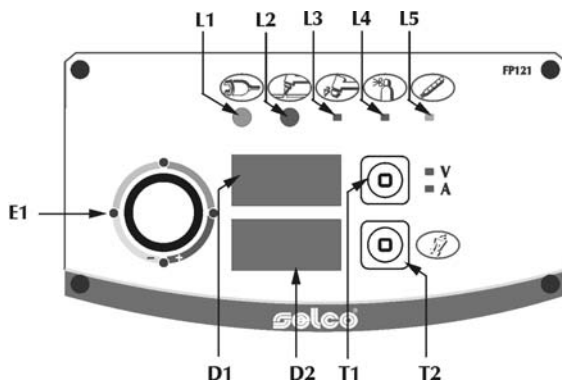
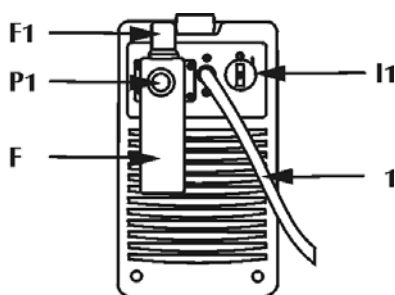
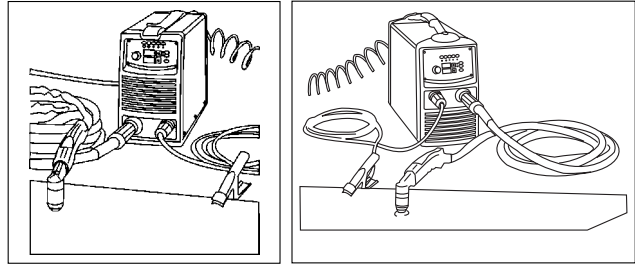

Abb.1
Abb.2
Abb. 4
4.1 Vorderes Schaltfeld (Abb. 1)
Die LED geht durch den Anlaßschalter auf dem hinteren Schaltfeld (Abb. 2) "I1" auf Position "I" an. Die Anlage ist somit eingeschaltet und steht unter Spannung.
4.2 Hinteres Schaltfeld (Abb. 2)
2. Druckluftversorgungskabel mittels Anschlußstück zu 1/4 Zoll an Luftergang P1 in der Filtereinheit F anschließen (Abb. 2) anschließen. Der Druck muß mindestens 5 bar betragen, mit einer Mindestförderleistung von 200 l pro Minute. Den Verbinder des Erdkabels wie in Abbildung 4 gezeigt gut am Generator anschließen.
3. Erdungszange auf das zu schneidende Stück positionieren und sich versichern, daß ein ausreichender elektrischer Kontakt vorhanden ist (Abb. 4).
Sollten Betriebsstörungen vorliegen, wird der Generatorbetrieb gehemmt, bis die normalen Betriebskonditionen wiederhergestellt sind. Betätigen Sie den Gastest-Druckknopf (T2 der Abb. 1), um den Pressluftkreis von eventuellen Rückständen oder Unreinheiten zu befreien, dann den Drehknopf zur Druckeinstellung (F1 - Abb. 2) anheben und drehen, bis auf dem Display D2 ein Druck von ca. 5 bar angezeigt wird (dieser Vorgang wird durchgeführt, während man gleichzeitig den Gastest-Druckknopf gedrückt hält, damit die Einstellung mit offenem Luftkreislauf erfolgen kann).